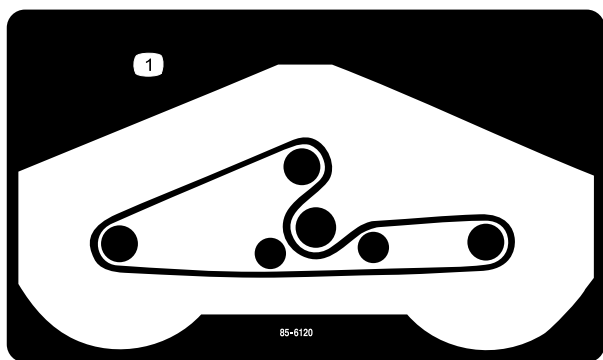

図 24
5. 図 24に示すように、新しいベルトを、スピンドルプーリとアイドラプーリ・アセンブリに回しかける。